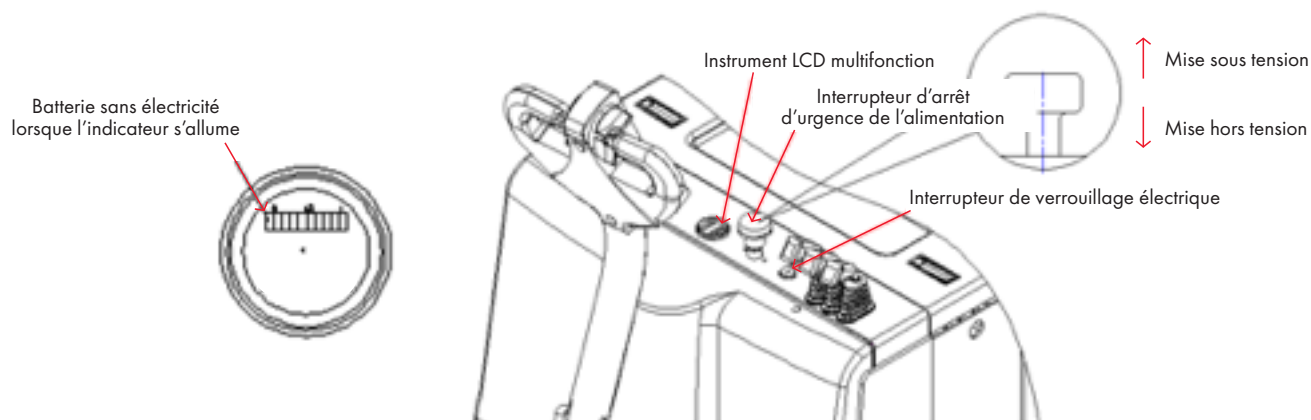

Figure 1
5.1.2 Vérifiez s'il y a de l'énergie électrique dans les batteries selon la méthode indiquée à la Fig. 1. Tirez l'interrupteur général pour mettre sous tension l'alimentation principale, déverrouillez le verrou électrique sur la poignée et vérifiez l'indicateur de niveau de batterie sur le tableau de bord du chariot. Si le niveau zéro est allumé, cela indique qu'il n'y a pas d'énergie dans les batteries et qu'il faut procéder immédiatement à la recharge. Il est interdit d'utiliser le chariot sans alimentation électrique, car cela réduirait fortement la durée de vie des batteries et pourrait même les endommager.